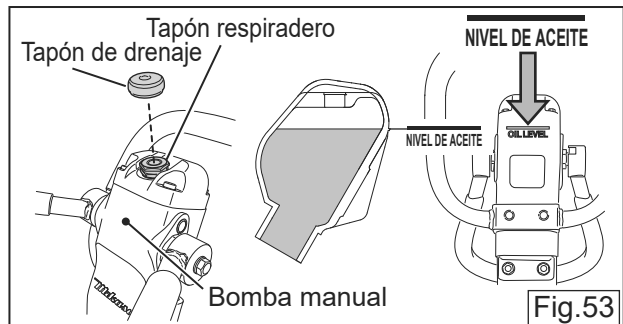

Fig.53
Cada 100 horas de funcionamiento, compruebe el aceite hidráulico. Con el asa en la posición de operación, retire el tapón respiradero en la parte superior de la bomba manual y compruebe si el aceite hidráulico se encuentra en el nivel especificado (NIVEL DE ACEITE). (Fig. 53)
- 1 Retire la tapa del tapón de la bomba manual y, a continuación, retire el tapón respiradero (con una llave de 24 mm). (Fig. 53)
- 4 Llene el aceite hidráulico desde el orificio del tapón respiradero de la bomba manual. (Fig. 53)
- 7 Después de asegurarse de comprobar que el aceite hidráulico se encuentra en el NIVEL DE ACEITE, vuelva a montar el tapón respiradero de la bomba manual. (Fig. 53)